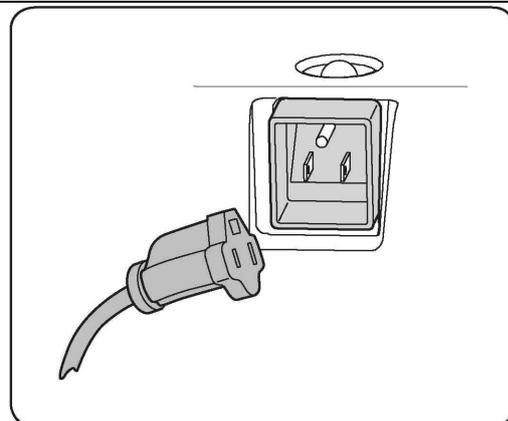

Рис. 11
1. Вставьте удлинитель в двигатель. Другой конец удлинителя подсоедините в розетку 120 Вт. См. Рис. 11.